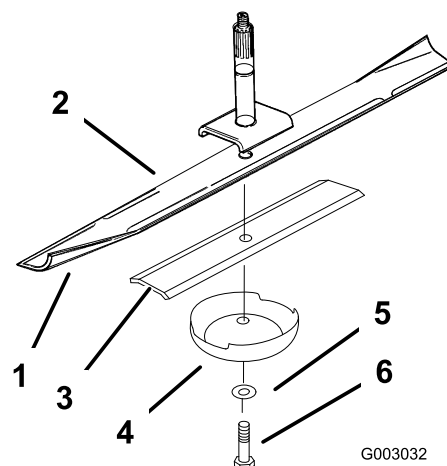
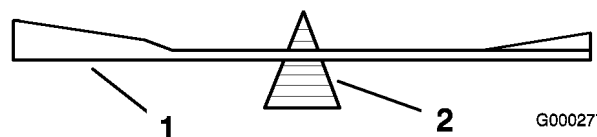

Figura 48
Figura 50
2. Retire del eje el perno de la cuchilla, la arandela, el refuerzo de la cuchilla y la cuchilla (Figura 48).
2. Verifique el equilibrio de la cuchilla colocándola sobre un equilibrador de cuchillas (Figura 50). Si la cuchilla se mantiene horizontal, está equilibrada y puede utilizarse. Si la cuchilla no está equilibrada, rebaje algo el metal en la parte de la vela solamente (Figura 48). Repita este procedimiento hasta que la cuchilla esté equilibrada.
1. Instale la cuchilla en el eje (Figura 48).
Importante: La vela de la cuchilla debe apuntar hacia arriba y hacia el interior del cortacésped para asegurar un corte correcto (Figura 48).
2. Instale el refuerzo de la cuchilla, la arandela curva y el perno de la cuchilla (Figura 48).